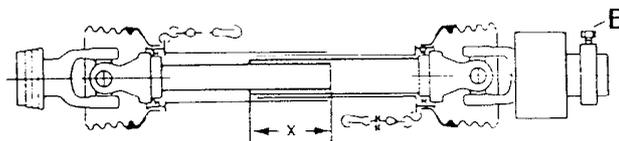

Fig. 1
Fixer le limiteur de couple côté appareil. Serrer la vis B (Fig. 1 + 2) du verrouillage QC à 50 NM et vérifier ultérieurement de temps à autre (pour emmancher et pour démonter la transmission à cardans, desserrer la vis B et tourner le manchon de verrouillage - voir également la notice d'emploi Walterscheid).
| Type de transmission | Type d'appareil | | Puissance maxi. transmissible kW (CV) | | Recouvrement minimum des profils coulissants (X, Fig. 1) |